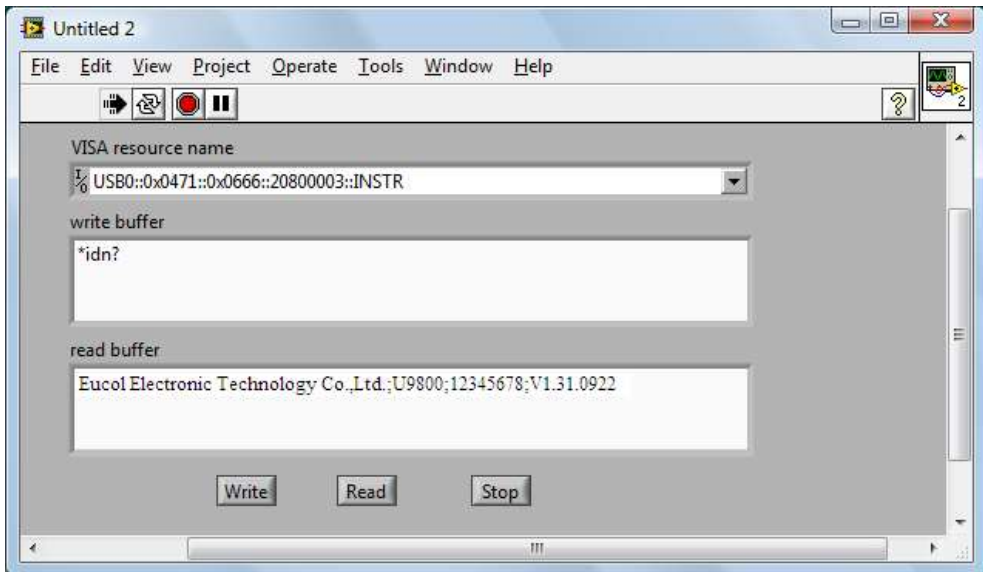

图 4-3-6
22.运行本 VI，在 writebuffer 中输入你想要发送的命令或查询，如：`*idn?`。点击 Write 键发送命令。然后按 Read 键读取返回信息。执行结果如图 4-3-6 所示。